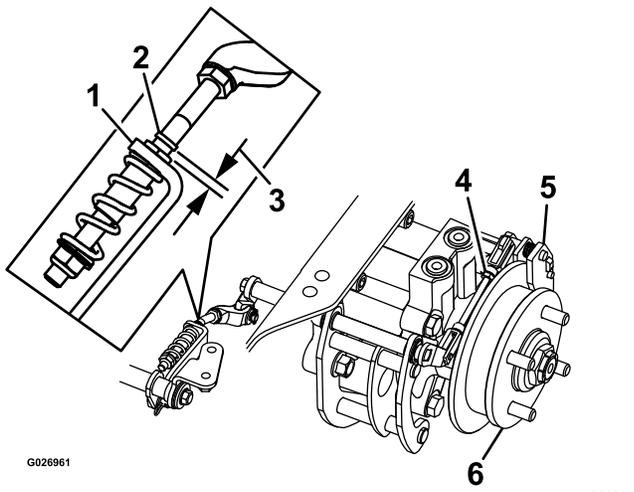

Figure 91
7. Vérifiez si un espace est visible entre le support en L et la butée de tringlerie (Figure 91).